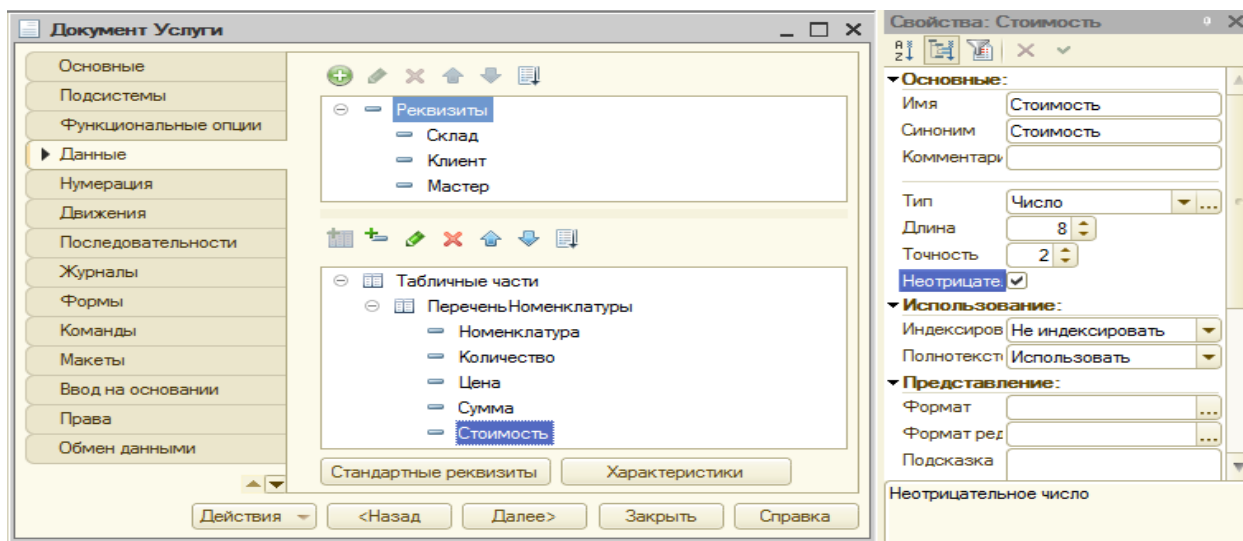

Рис. 88
- перейдите на закладку Данные и создайте новый реквизит табличной части с именем Стоимость - тип Число, длина 8, точность 2 (рис. 88);